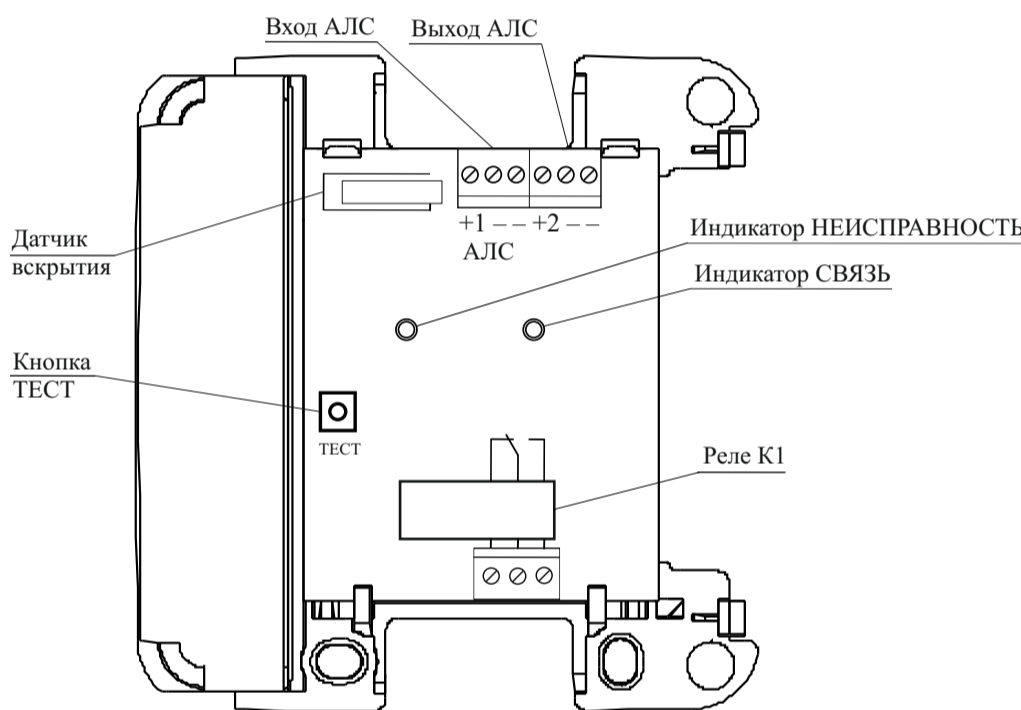

Рисунок 3 – Плата с электронными компонентами релейного модуля PM1M-R2
- 5.3 В основании имеются вырезы для подвода проводов к клеммным колодкам, расположенным на плате. Внутри корпуса на основании расположена плата с электронными компонентами (рисунок 3).